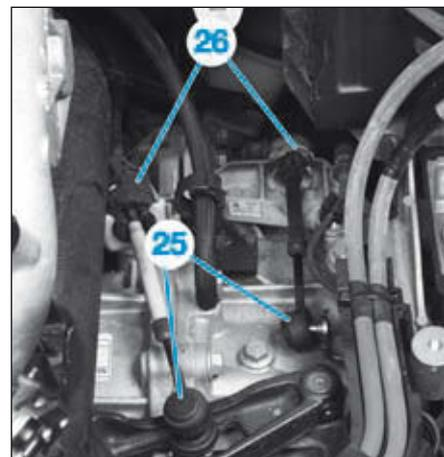

FIG.91
- les rotules des câbles de commande de boîte de vitesses (25) (Fig.91),
- les câbles de commande des supports (26).